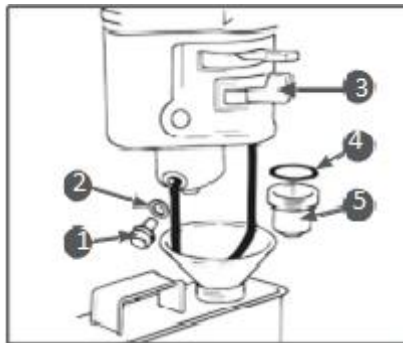

Рис. 25 Обслуживание фильтра отстойника Т-60, Т-80, Т-90, Т-100 1. Болт; 2. Шайба; 3. Рычаг топливного крана; 4. Кольцо уплотнительное; 5. Стакан отстойника
1. Установите рычаг топливного крана 3 (Рис. 25) в положение «ЗАКРЫТО».
3. Открутите болт 1 сливного отверстия и слейте топливо из поплавковой камеры карбюратора (Рис. 25).
4. Открутите стакан отстойника 5, вылейте из него топливо в заранее подготовленную емкость (Рис. 25).